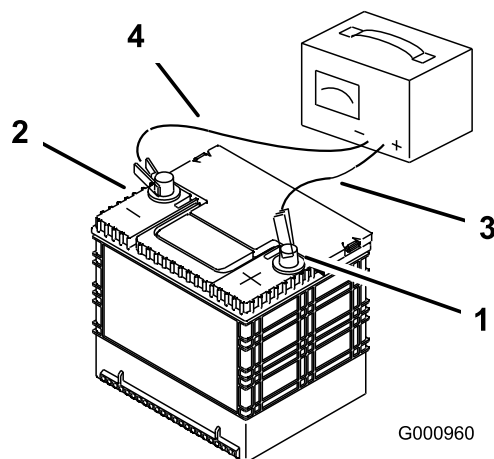

Рисунок 36
2. После полной зарядки аккумулятора отсоедините зарядное устройство от электророзетки и штырей аккумулятора (Рисунок 36).